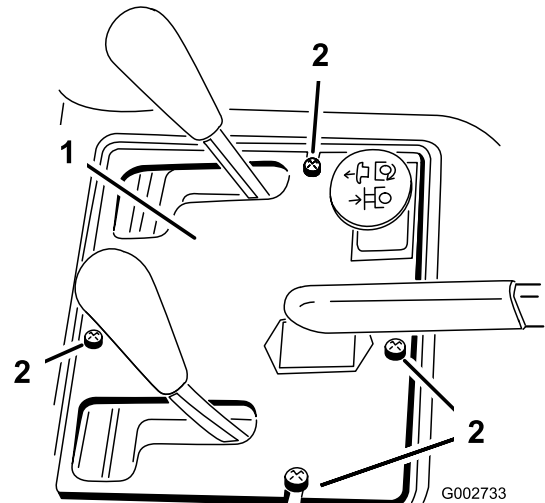

Figura 39
2. Retire los 4 pernos que fijan el panel de control al bastidor (Figura 39).